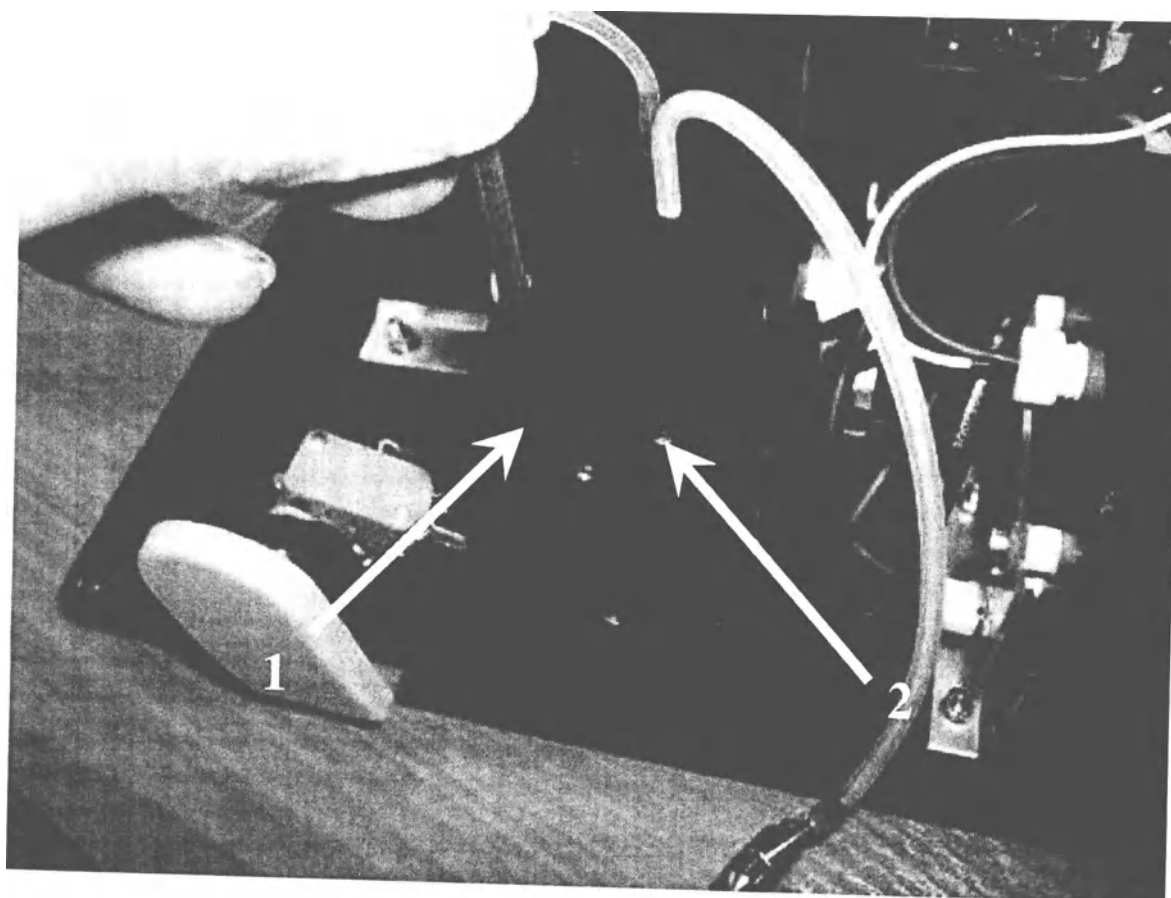

Рис. 7. Регулировочные потенциометры
20. С помощью плоской часовой отвертки левым регулировочным потенциометром (1-ым) установите сигнал 32000-33000 (Рис. 7). (Максимум – 40000, далее происходит насыщение. Допустимые значения лежат в диапазоне 30000-35000).